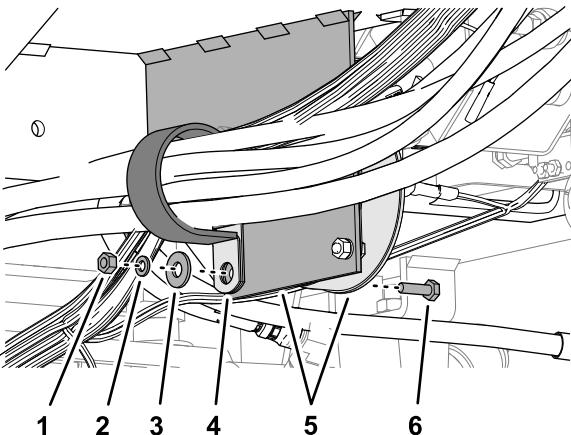

Figura 136
- Por baixo da placa do piso, prenda os tubos e cabos à embraiagem e à placa da embraiagem, como se mostra na Figura 136 com a braçadeira de suporte, o parafuso ($\frac{1}{4} \times \frac{7}{8}$ pol.), a porca ($\frac{1}{4}$ pol.,) a anilha de bloqueio ($\frac{1}{4}$ pol.) e a anilha ($\frac{3}{8} \times \frac{7}{8}$ pol.) removidas na secção Remoção das braçadeiras de suporte dos tubos (página 26).